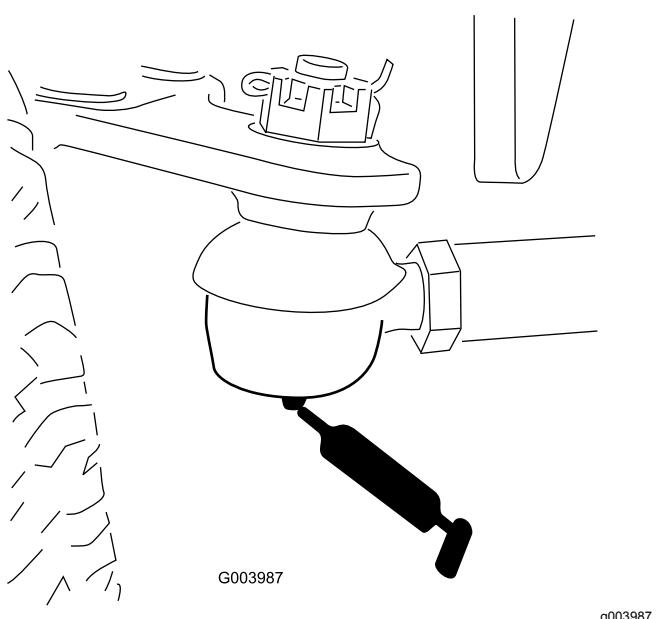

Bild 68
- Spurstange der Hinterachse (2) (Bild 68)